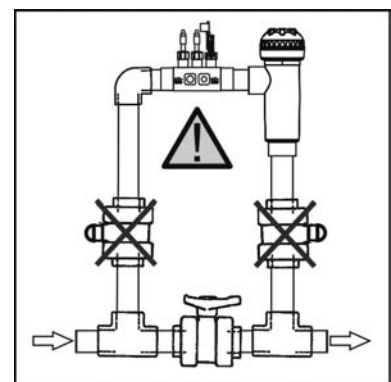

Fig. 4
1. Incollare il porta-sonde in dotazione su un tratto della tubazione situato in prossimità dell'ingresso della cellula d'elettrolisi. Il porta-sonde dovrà essere installato in posizione orizzontale rispetto al pavimento (Fig. 4), in modo che i entrati filettati (1/2" - 3/8") siano sempre accessibili per l'impianto posteriore dell'iniettore della pompa dosatrice e la presa di terra (facoltativa).